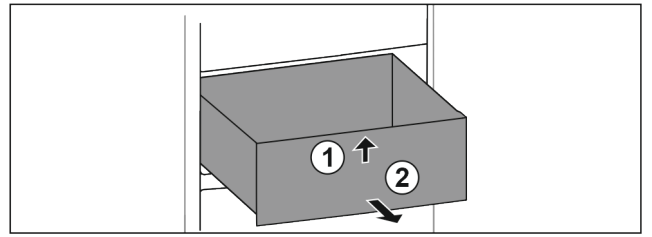

Fig. 57
- ▶ 抬起抽屉前部。 Fig. 57 (1)
- ▶ 朝前取出抽屉。 Fig. 57 (2)